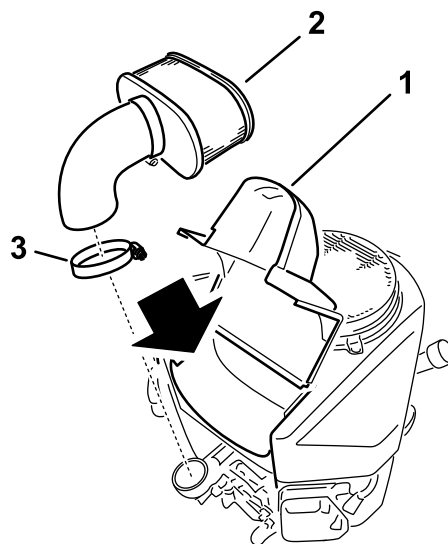

Figura 28
4. Afloje la abrazadera y retire el elemento de papel (Figura 28).